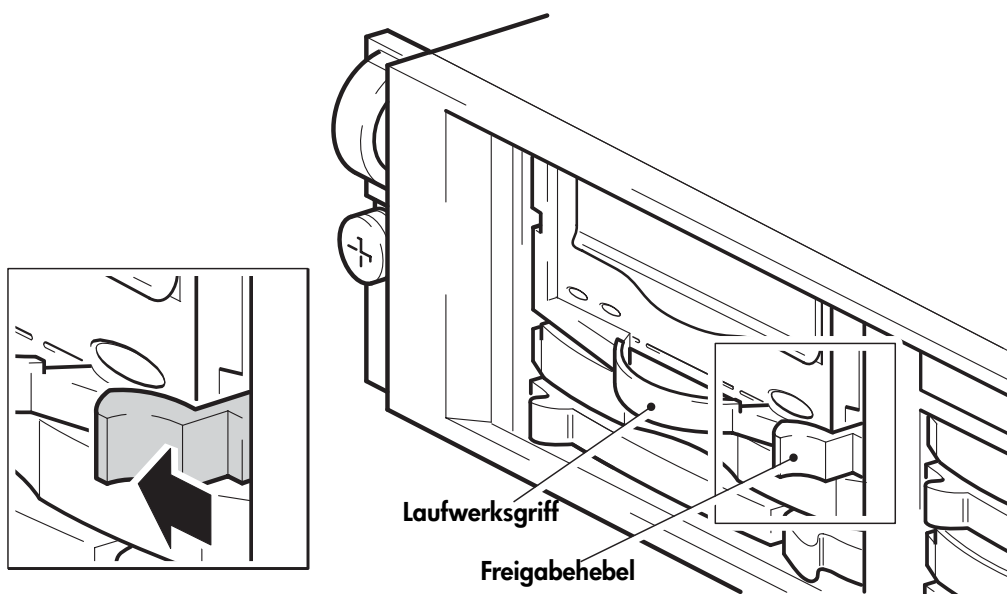

Abbildung 5a: Herausziehen des Freigabehebels
- 3 Entsichern Sie den Freigabehebel, und ziehen Sie das Laufwerk am Griff heraus (siehe Abbildung 5a).